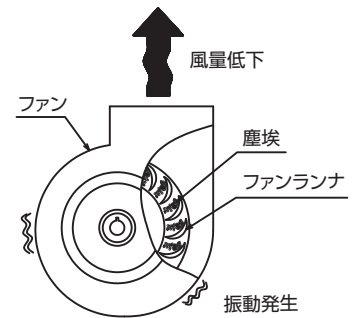

図4-2 塵埃による現象
- ・ファンランナに塵埃が堆積すると、風量の低下、アンバランスによる振動の発生や軸受損傷の原因になります。（図4-2参照）